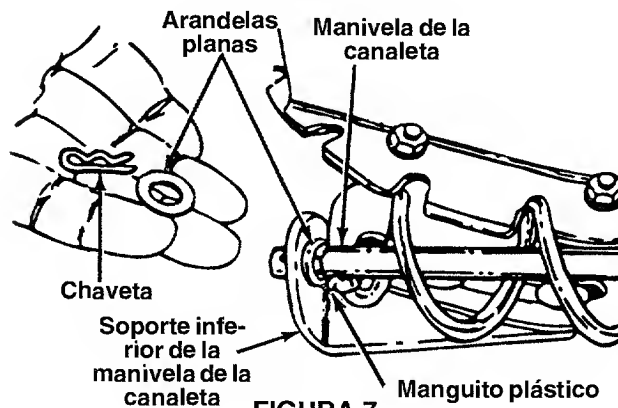

FIGURA 7
- Coloque una arandela plana sobre el extremo de la manivela de la canaleta y a continuación inserte el extremo de la manivela dentro del orificio en el manguito plástico en el soporte de la manivela de la canaleta. Vea la figura 7.